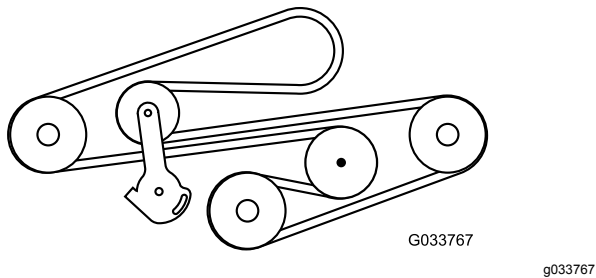

Figura 66
7. Montate la cinghia e disponetela come illustrato nella Figura 66.